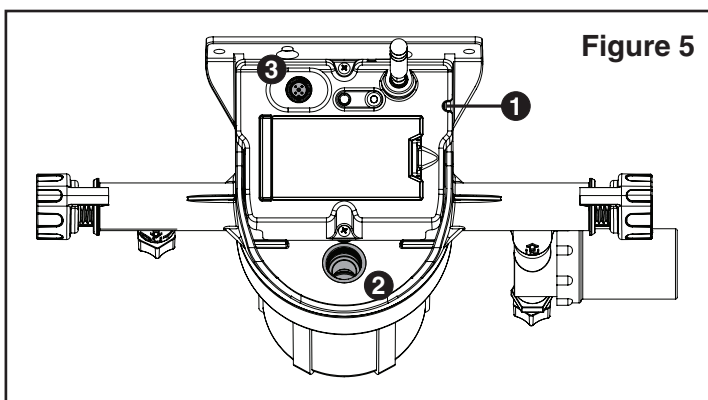

Figure 5
3. Branchez le câble d'alimentation électrique à la borne d'alimentation c. a. (1). Voir **Figure 5**.
4. Raccordez l'électrode à la borne (3). Serrez à la main au niveau du collier en métal chromé à l'extrémité de la fiche de l'électrode. Voir **Figure 5**.